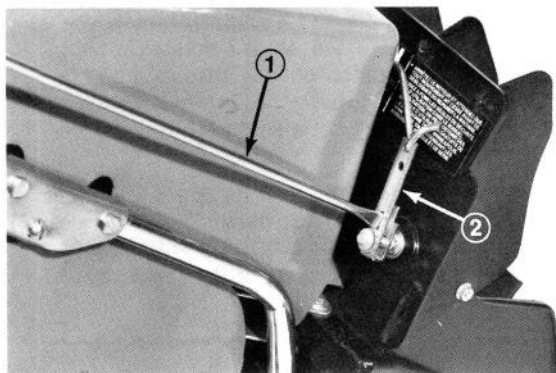

Figure 1
1. Introduisez l'extrémité plate de la commande des ailettes dans la fente située dans le support de réglage des ailettes (Fig. 1).